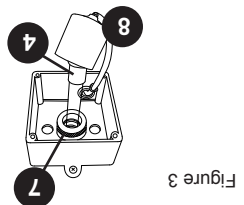

Figure 4
5. Retirer la douille (5) de la lampe UV (4), Figure 4.